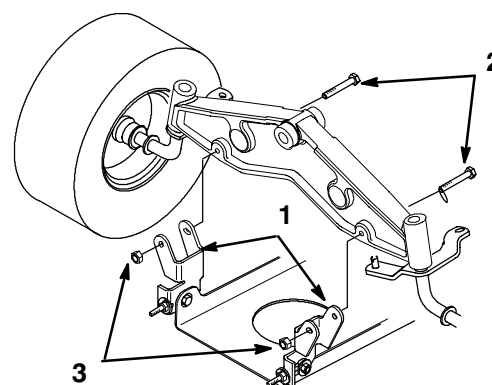

Abbildung 41
- Die Schrauben und Sicherungsmuttern entfernen und die zwei Schwenkbügel des Mähwerks von der Vorderachse herunterziehen (Abb. 41).